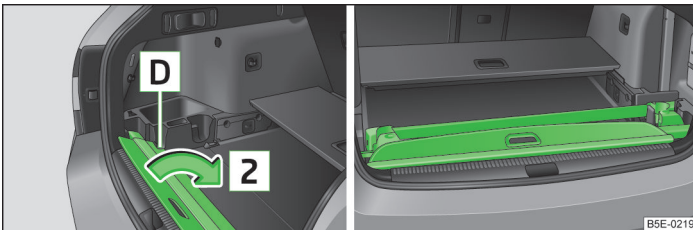

Abb. 90 Aufrollbare Gepäckraumabdeckung verstauen / Dachgepäckträger und aufrollbare Gepäckraumabdeckung richtig verstauen
- › Den Vorderteil der aufrollbaren Gepäckraumabdeckung links unter einen Teil der Seitenverkleidung **D** » Abb. 90 einschieben.
Beim **gleichzeitigen** Verstauen der Dachgepäckträger und der aufrollbaren Gepäckraumabdeckung muss der Hinterteil der aufrollbaren Gepäckraumabdeckung den hinteren Dachgepäckträger überdecken » Abb. 90.